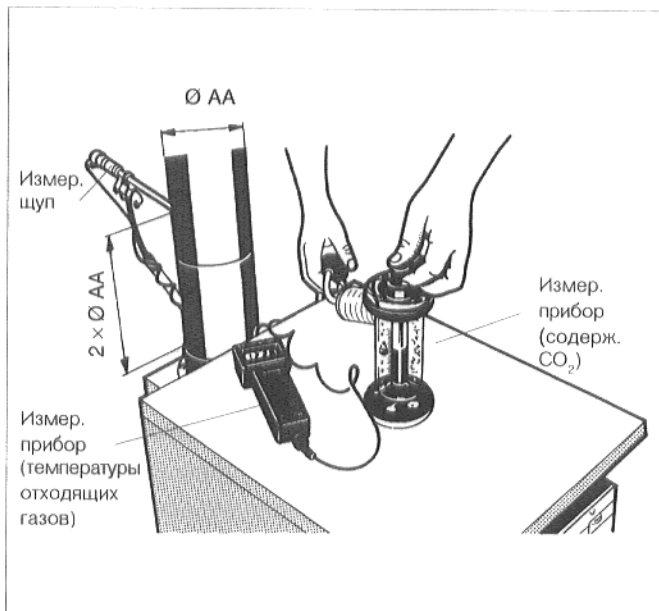

Рис. 13. Точка измерения в трубе отходящих газов.
- Просверлите в трубопроводе отходящих газов, примерно $2 \times \text{Ø AA}$ после предохранителя потока, на противоположной от котла стороне отверстие (рис. 13).